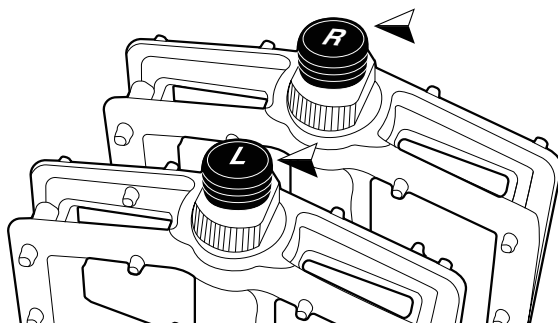

Figure 13. Repère «R» (Right = Droite) et «L» (Left = Gauche)
2. Vissez la pédale de droite (repère « R ») sur la pédale, voir Figure 13) dans le sens des aiguilles d'une montre sur la manivelle côté plateau du pédalier.
3. Visser la pédale de gauche (repère « L ») sur la pédale, voir Figure 13) dans le sens inverse des aiguilles d'une montre sur la manivelle gauche.